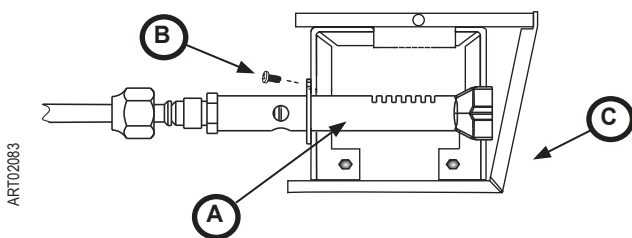

Fig. 8 - Fentes du boîtier du brûleur
5. Enlevez la vis du brûleur (Fig. 8, B). Enlevez le brûleur (Fig. 8, A). Mettez-les de côté.
7. Enlevez la vis du boîtier du brûleur (Fig. 8, C). Mettez-les de côté.
1. Reposez le boîtier du brûleur avec la vis originale (1x) (Fig. 8, C).